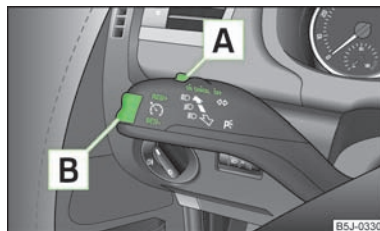

Fig. 84
- Rode o interruptor **A** » Fig. 84 para a posição **ON**.
- Pressione a tecla **B** » Fig. 84 na posição **RES**.
- A velocidade memorizada pode ser **reduzida**, pressionando a tecla **B** » Fig. 84 na posição **SET**.
O sistema de regulação da velocidade é **temporariamente desactivado**, pressionando o interruptor **A** » Fig. 84 para a posição suspensa **CANCEL** ou carregando no pedal do travão ou da embraiagem.
- Rode o interruptor **A** » Fig. 84 para a direita, na posição **OFF**.